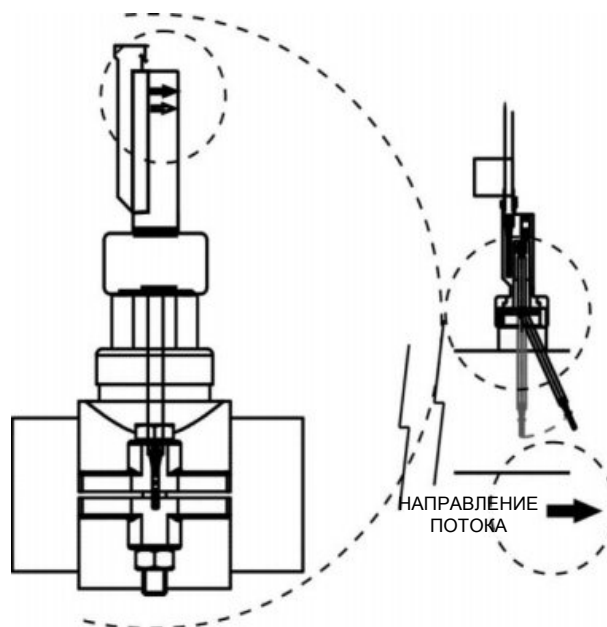

Рис. 7b
2. На головке датчика потока имеется стрелка. Убедитесь, что эта стрелка параллельна оси трубы и указывает в направлении течения воды (Рис. 7b).